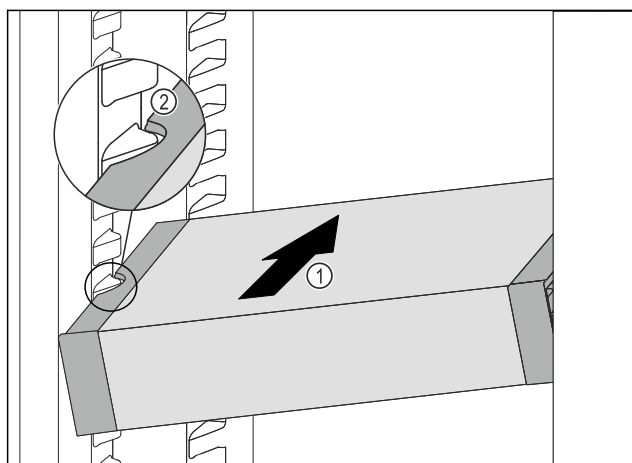

Fig. 75
- ▶ Împingeți VarioSafe oblic în frigider Fig. 75 (1), până când degajările laterale Fig. 75 (2) ale VarioSafese află la înălțimea nervurii recipientului din frigider.